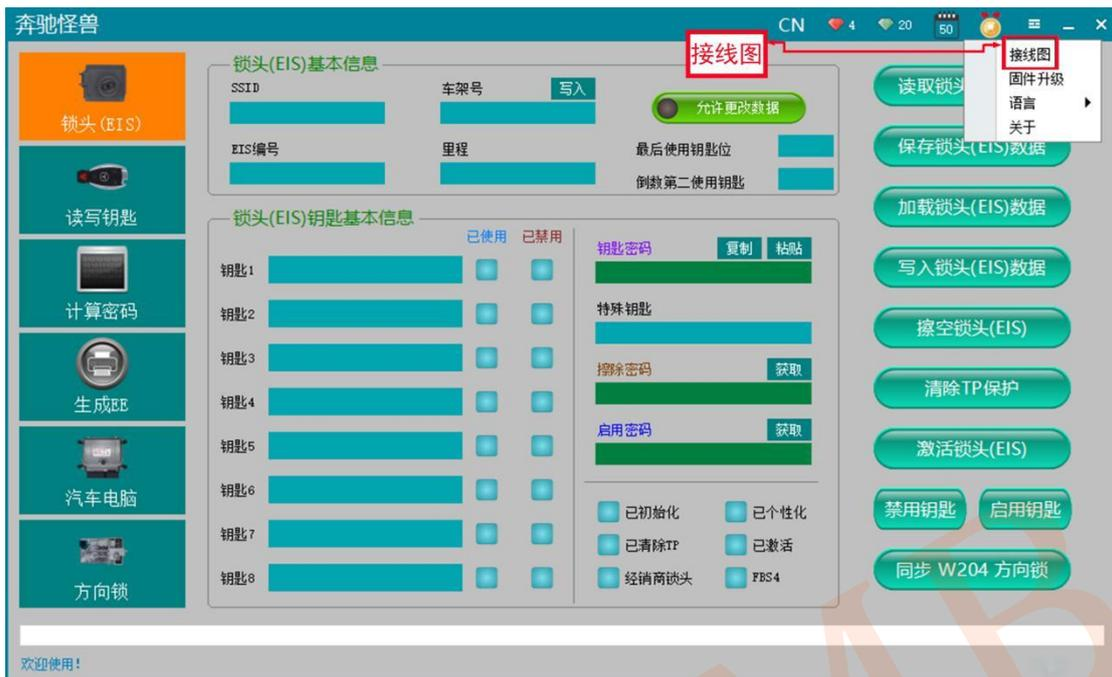

图 3
④ 当前支持查看锁头、发动机电脑、变速箱电脑、挂挡电脑、方向锁连接 OBD 接口的接线图。
④ 接线图位置如图 3 所示：